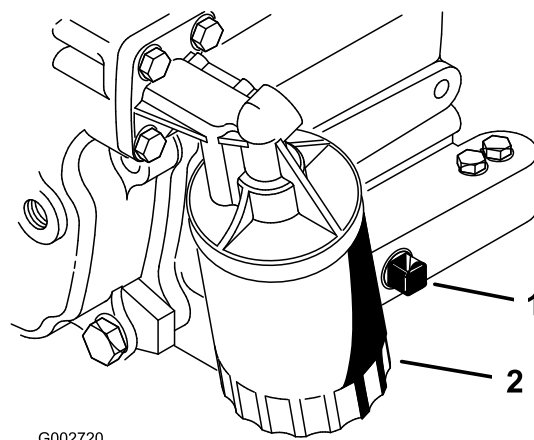

図 26
2. ドレンプラグ（図 26）を外してオイルを容器に受ける。オイルが抜けたらドレンプラグを取り付ける。
3. オイルフィルタ（図 26）を外す。新しいフィルタのガスケットに薄くエンジンオイルを塗る。